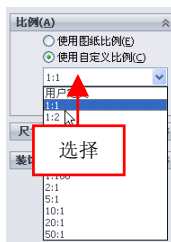

图 11-7 选择合适的选项
(3) 单击【打开】按钮，返回到相应属性管理器，选中【使用自定义比例】单选按钮，选择 1:1 选项，如图 11-7 所示。